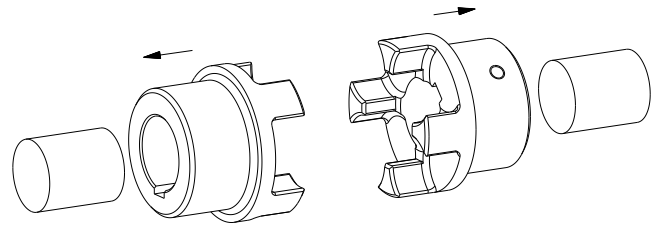

Fig. 10 : Montage des moyeux
- Monter les moyeux sur les arbres moteurs et récepteurs (voir fig. 10).